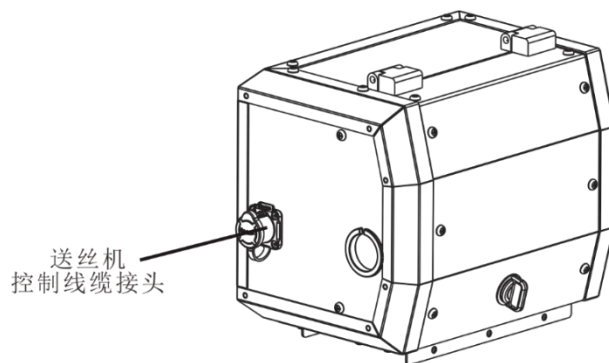

图 2-5 送丝机后方接头示意图
2. 另一端插入送丝机后方插座上并紧固，送丝机控制线缆连接完成，如图 2-5 所示。